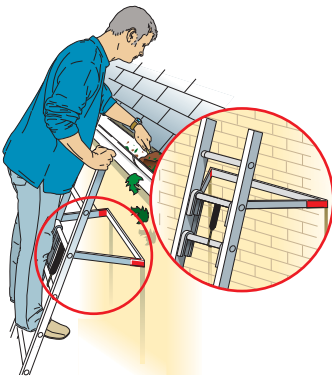

Figura 9 Distanțier și înălțime maximă de lucru pe scară
- nu sprijiniți **scările** de suprafețe superioare puțin rezistente (de ex. termopan sau jgheaburi de plastic). Dacă acest lucru nu este posibil, folosiți distribuitoare sau distanțiere eficiente (figura 9).
- nu folosiți cele 3 trepte-stinghie superioare (vezi figura 9);